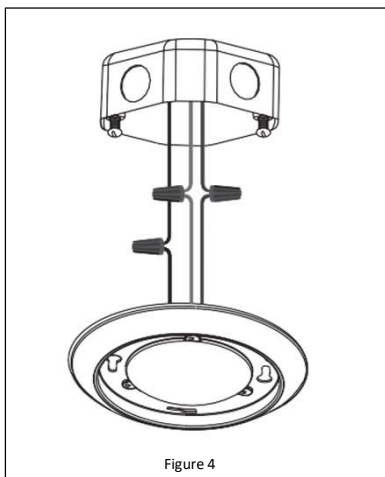

Figure 4
5. Make wiring connections according to the wiring diagram on page 1. Connect Black to Line, White to Neutral and Green to Ground. **See Figure 4.**
- *Effectuez les connexions de câblage conformément au schéma de câblage de la page 1. Connectez le câble noir au fil sous tension, le câble blanc au fil neutre et le câble vert au fil de mise à la terre. Reportez-vous à la Figure 4.*